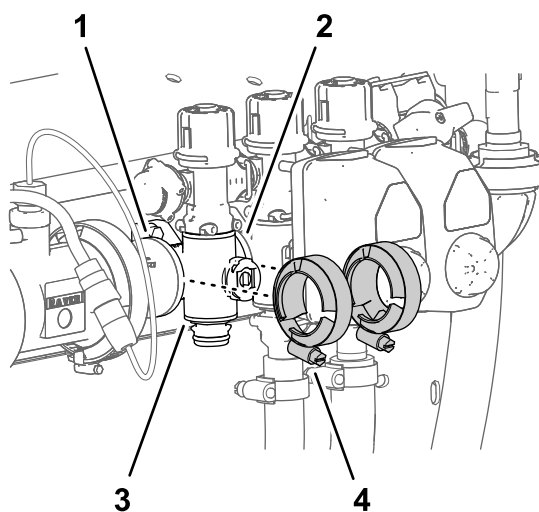

Figura 119
- Montate, senza serrare, i morsetti flangiati rimossi in Rimozione della valvola del collettore della sezione \(pagina 85\) sulle flange del collettore della valvola della sezione e sulle flange dell'altra o delle altre valvole delle sezioni e/o dell'adattatore di accoppiamento (Figura 119).
7. Serrate i 2 morsetti flangiati manualmente (Figura 119).